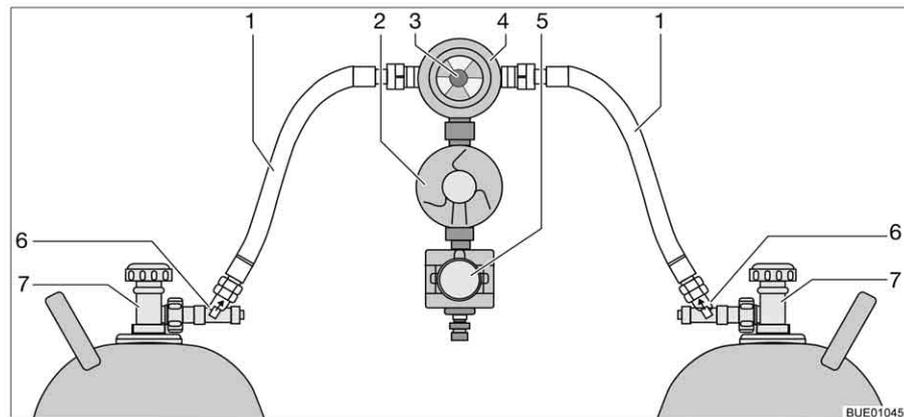

Fig. 100 Instalación de conmutación Crash-Protection-Unit
La Crash-Protection-Unit se compone de dos restrictores de desbloqueo manual (Fig. 100,6), una válvula selectora (Fig. 100,4) con regulador de presión (Fig. 100,2), una electroválvula (Fig. 100,5) y la unidad de mando con LED de tres colores. La válvula selectora está montada entre las dos gomas del gas (Fig. 100,1).
Con el botón giratorio (Fig. 100,3) en la válvula selectora se puede determinar cuál de las bombonas de gas se utilizará como bombona de servicio y cuál bombona de gas como bombona de reserva.
En la unidad de mando (Fig. 101) únicamente pueden conmutarse las funciones eléctricas. Las llaves de paso principales de las bombonas de gas (Fig. 100,7) y los desbloques (Fig. 100,6) deben abrirse a mano.
- Abrir las llaves de paso principales en las bombonas de gas (Fig. 100,7).
- Pulsar los desbloques (Fig. 100,6), uno tras otro, durante 10 segundos.
- Con el botón giratorio (Fig. 100,3) en la válvula selectora (Fig. 100,4), seleccionar la bombona de gas de la que habrá de tomarse el gas principalmente (bombona de servicio).
- Cerrar las llaves de paso principales en las bombonas de gas (Fig. 100,7).